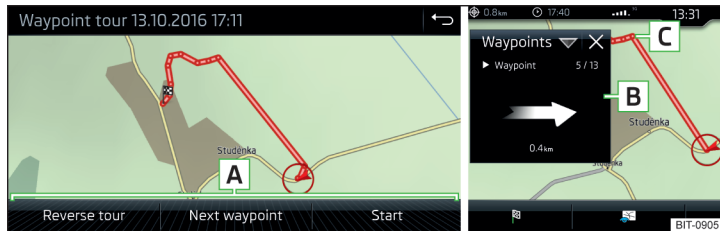

Abb. 234 Anzeige einer Wegpunkt-tour / Abfahren einer Wegpunkt-tour
- ▶ Eines der folgenden Menüs auswählen **A** » Abb. 234.
Während des Abfahrens einer Wegpunkt-tour erfolgt im Zusatzfenster **Wegpunkte** die Anzeige der Richtung sowie des Abstands zum nächsten Wegpunkt, der fortlaufenden Nummer des nächsten Wegpunktes sowie der Gesamtzahl der Wegpunkte **B** » Abb. 234.
Die Wegpunkt-tour von der Fahrzeugposition zum nächsten Wegpunkt „nimmt“ während der Fahrt sukzessive „ab“ **C** » Abb. 234.
- > Anzeige der Wegpunkt-tour » Abb. 234 auf Seite 204